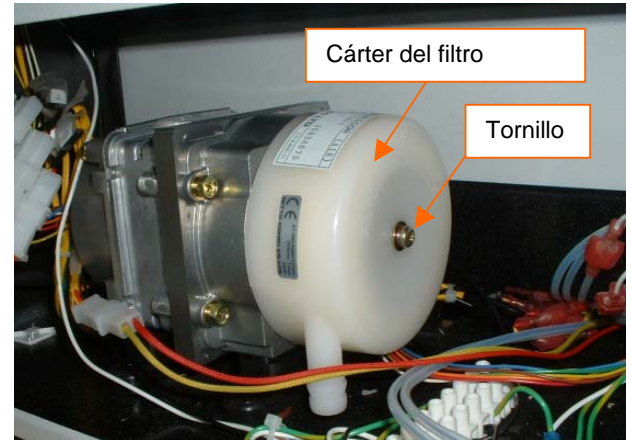

Figura 21
- i. Abra la cubierta posterior del TF 2500. (Figura 21)